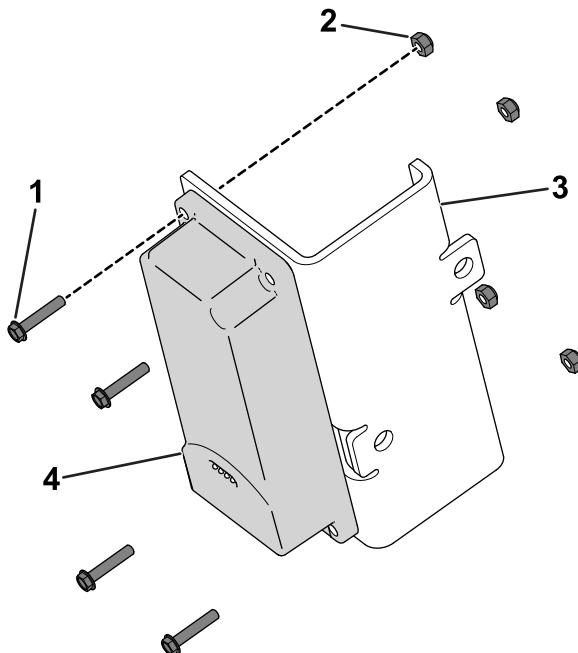

Figure 5
1. Avec 4 boulons à tête hexagonale (n° 10 x 1 po) et 4 contre-écrous n° 10, fixez le dispositif télématique sur son support (Figure 5).